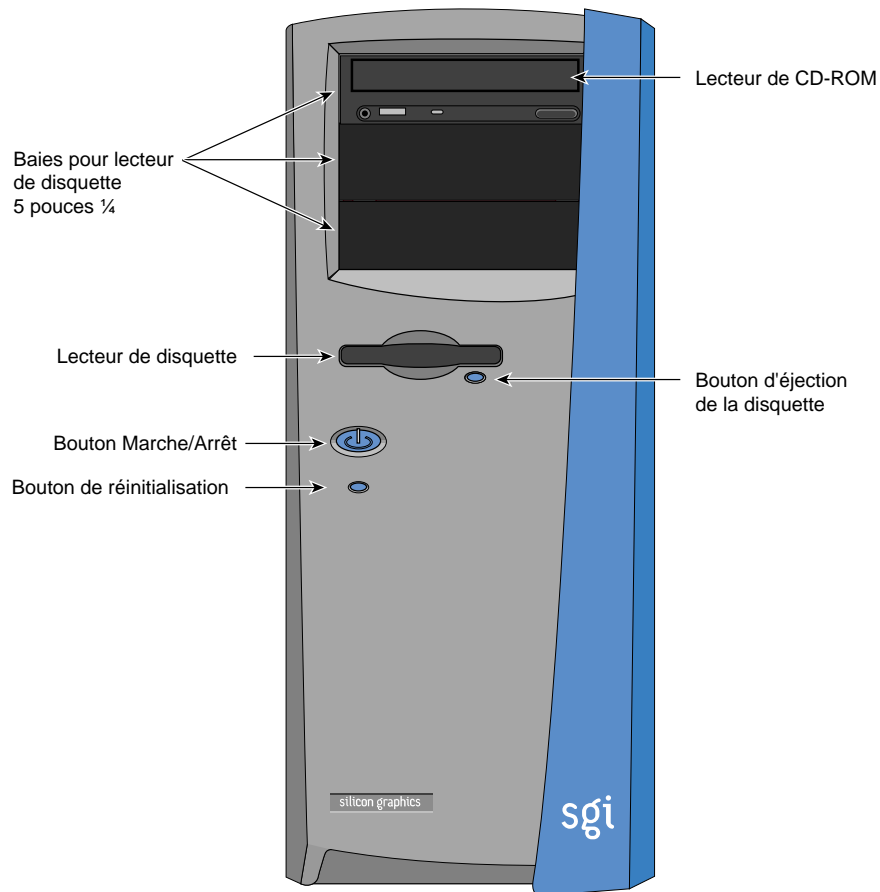

Figure 1-1 Panneau frontal
Comme le montre la Figure 1-1, le lecteur de disquette et jusqu'à trois dispositifs 5 pouces $\frac{1}{4}$ sont accessibles sur le panneau avant. La baie supérieure pour lecteur 5 pouces $\frac{1}{4}$ est occupée par un lecteur de CD-ROM. Les boutons de marche/arrêt, de réinitialisation et d'éjection de la disquette sont également logés sur le panneau frontal.
8. Pour mettre le système en route, appuyer sur le bouton de marche/arrêt situé sur le panneau avant (voir Figure 1-1).